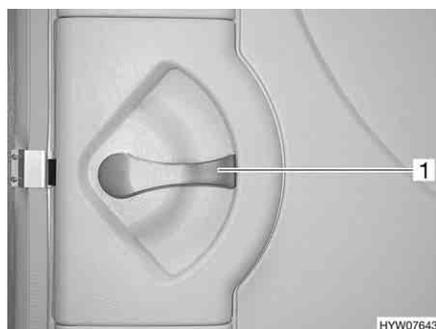
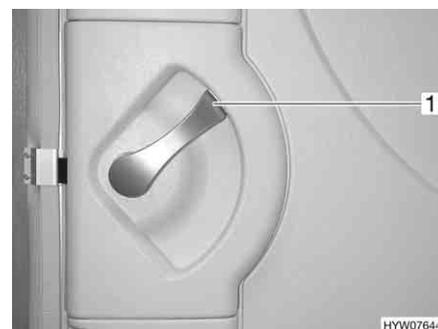
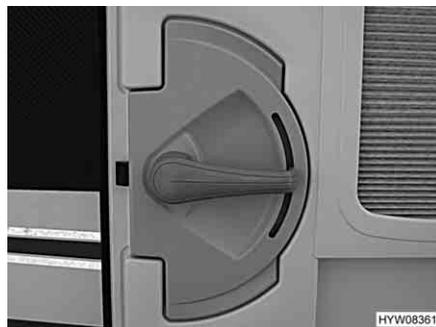
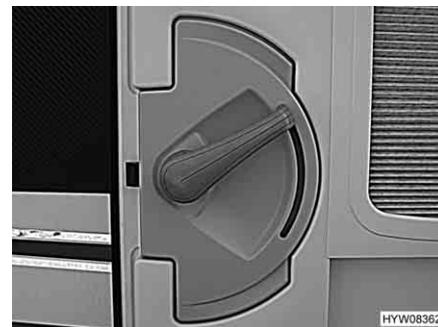

Fig. 22 Serratura della porta, lato interno, aperta
Fig. 23 Serratura della porta, lato interno, bloccata
Fig. 24 Serratura della porta, lato interno, aperta (alternativa)
Fig. 25 Serratura della porta, lato interno, bloccata (alternativa)
Apertura: ■ Premere la maniglia della porta (Fig. 22,1) verso il basso.
Bloccaggio: ■ Ruotare la maniglia della porta (Fig. 23,1) per circa 45° verso l'alto e lasciarla in questa posizione.
- ▷ Fig. 24 e Fig. 25 mostrano una versione alternativa. Il funzionamento è identico a quello della versione della Fig. 22 e della Fig. 23.